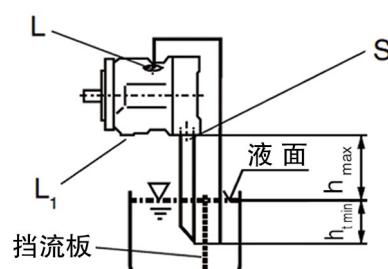

图 4
- b) 当油箱的最低液面低于泵的顶部时，将泄油口“ L_1 ”堵住，泄油口“L”、进油口“S”的配管要求参见图 4，注意 $h_{tmin}=200\text{mm}$, $h_{max}=500\text{mm}$
- a) 安装在油箱上，泄油口“L”及进油口“S”配管请参见图 4。